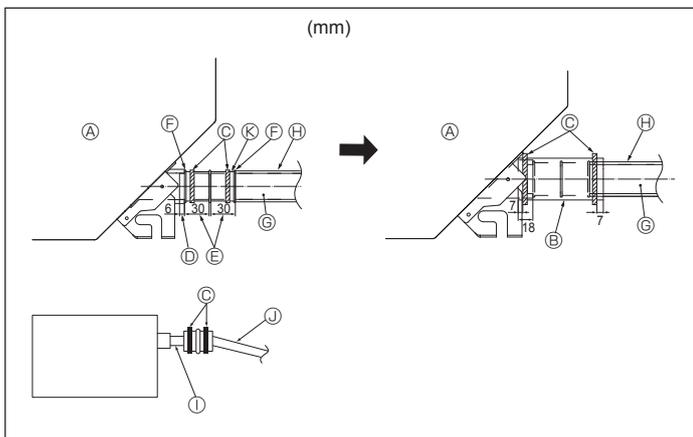

Fig. 5-2
- 1 Raccorder la prise d'écoulement (fourni avec l'appareil) au port de drainage. (Fig. 5-2) (Apposer le tube à l'aide de ruban adhésif en PVC puis le fixer avec une sangle.)
- ① Appareil principal
② Matière isolante
③ Courroie (large)
④ Port de drainage (transparent)
⑤ Marge d'insertion
⑥ Correspondance